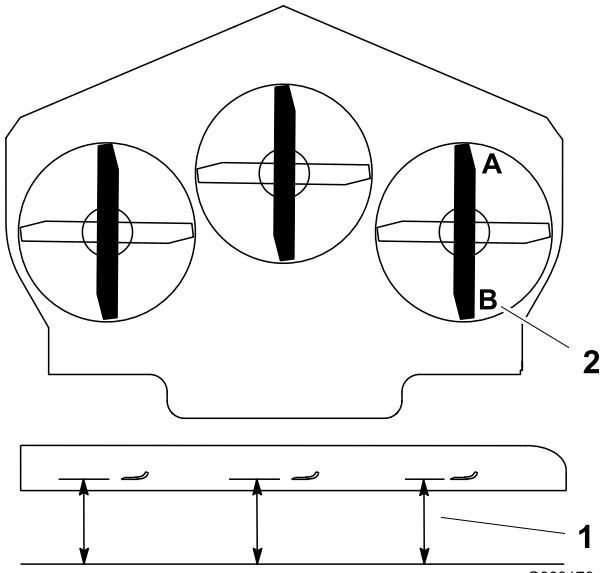

Bild 73
1. Stellen Sie das rechte Schnittmesser in Längsrichtung (Bild 73).
2. Messen Sie das rechte Messer an der Stelle **A** von einer ebenen Oberfläche bis zur Schnittkante der Messer (Bild 73).
4. Messen Sie das rechte Messer an der Stelle **B** von einer ebenen Oberfläche bis zur Schnittkante der Messer (Bild 73).
6. Das Schnittmesser sollte an Stelle **A** 6 mm bis 10 mm niedriger sein als an Stelle **B** (Bild 73). Sollte die Einstellung nicht richtig sein, machen Sie mit den folgenden Schritten weiter.